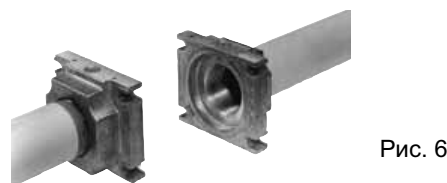

Рис. 6
1. Установить фланец на трубе. Использовать соответствующую применяемому газу оснастку (Рис. 6)